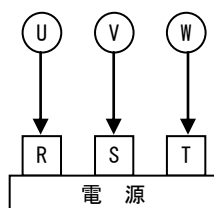

図7 配線接続図
- (1) 配線は図7または、電動機取扱説明書に従って行ってください。